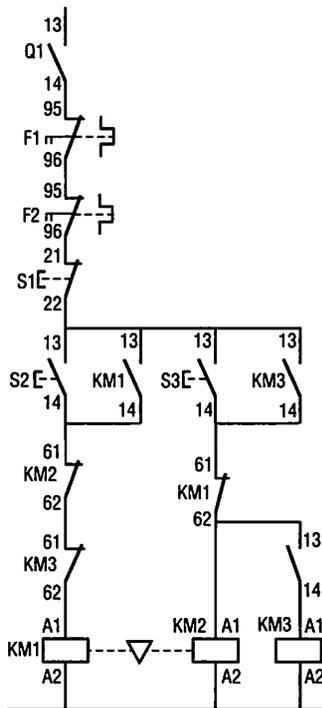

Fig. 27 : Circuit de commande moteur à 2 vitesses.
d) Circuit de commande (fig. 27)